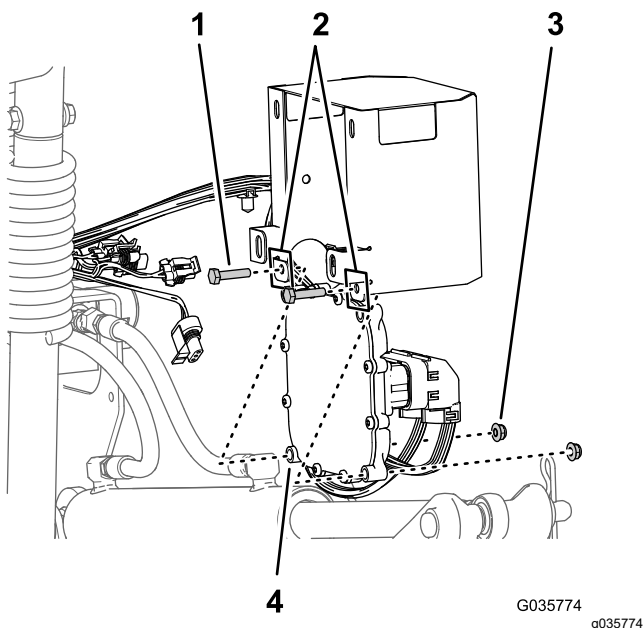

Figura 28
1. Alinhe o controlador eletrônico para o interior da cobertura do controlador com os orifícios de montagem exteriores inferiores do controlador alinhados com os orifícios na flange interior inferior da cobertura (Figura 28)
- Monte o controlador na cobertura com dois parafusos (¼ pol. x 1½ pol.) e duas porcas de bloqueio flangeadas (¼ pol.), como se mostra na Figura 28.